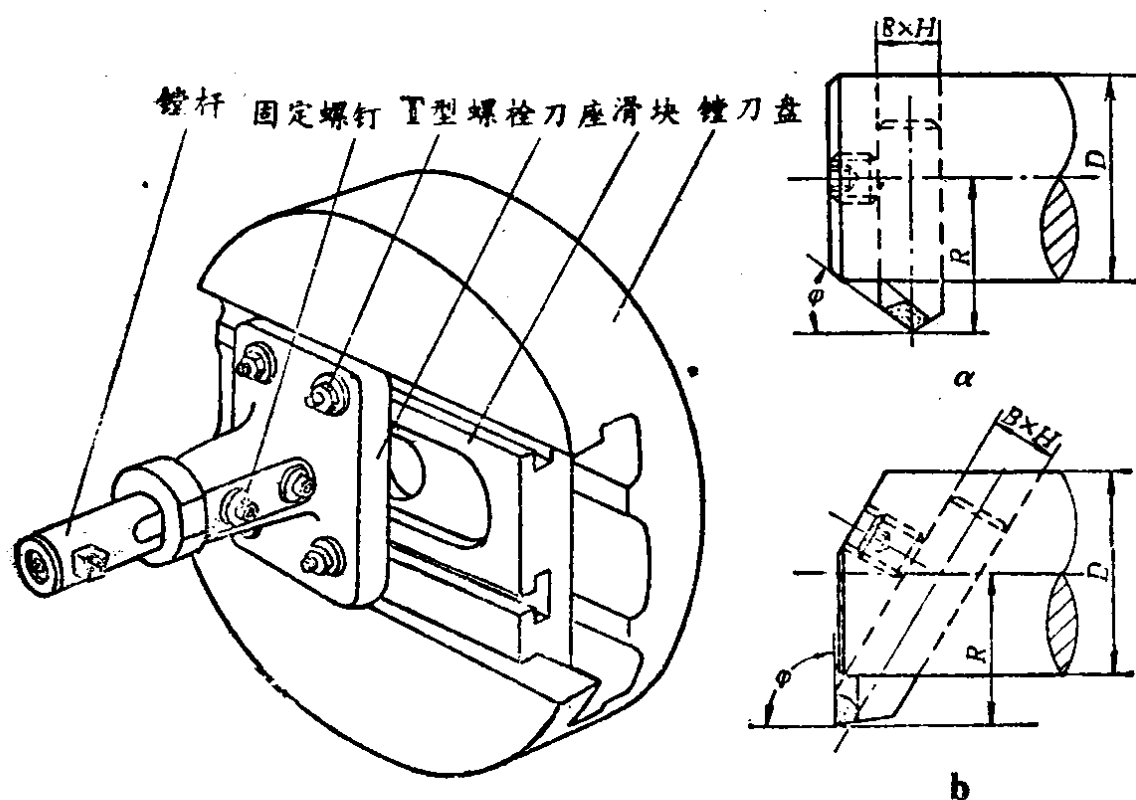

图3 镗床上用的镗刀
(2) 镗床上用的通孔 (a) 和盲孔 (b) 镗刀 (图3)，圆柱形镗杆用螺钉固定在刀座的孔中，利用T形键固定在镗刀盘上。不同的调整位置，可加工不同直径的部件，从而节省制造大型孔径镗杆的工时和材料。